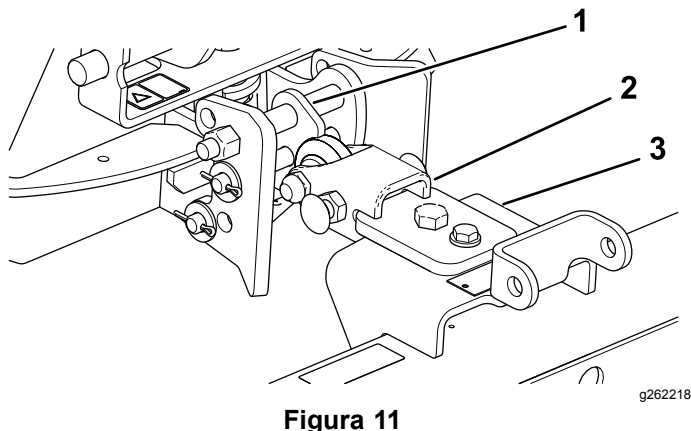

Figura 11
1. Montate il gruppo di attacco in modo che il lato angolato sia sopra (Figura 11).
2. Montate la barra di traino sul lato superiore del gruppo supporto (Figura 11).